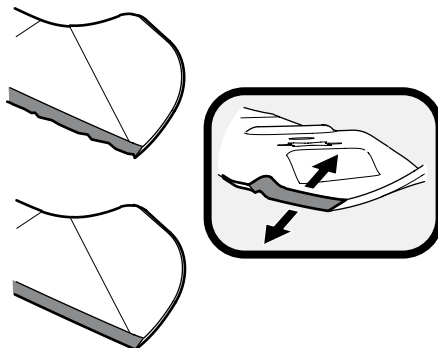

Figura 4-7
- Para afilar las cuchillas de corte correctamente, extraiga cantidades iguales de metal de ambos extremos de las cuchillas a lo largo de los bordes cortantes, paralelo al borde de caída, a un ángulo de 25° a 30°. Afile siempre cada borde de las cuchillas de corte de forma pareja para mantener un equilibrio adecuado entre las mismas. Vea la Figura 4-7.